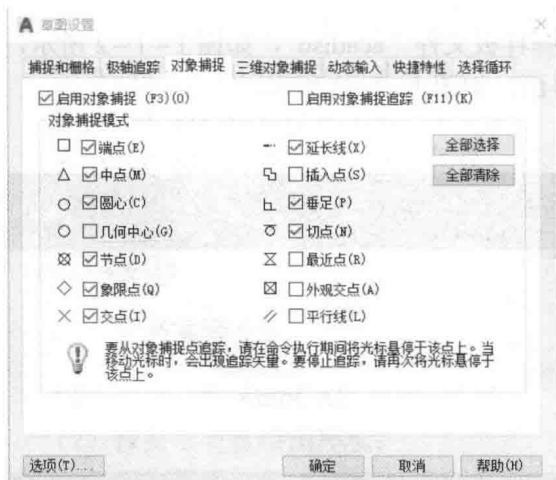
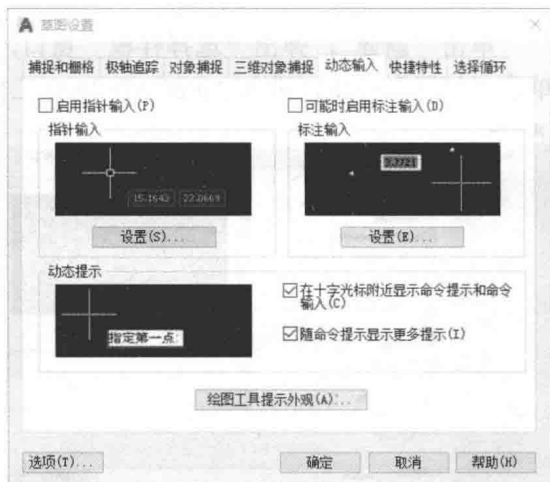

图 1-1-5 设置“对象捕捉”选项卡
图 1-1-6 设置“动态输入”选项卡
(2) 单击菜单栏“工具”→“绘图设置”命令，弹出“草图设置”对话框，在对话框中完成“对象捕捉”和“动态输入”相关设置，如图 1-1-5 和图 1-1-6 所示，单击“确定”按钮，返回绘图界面。